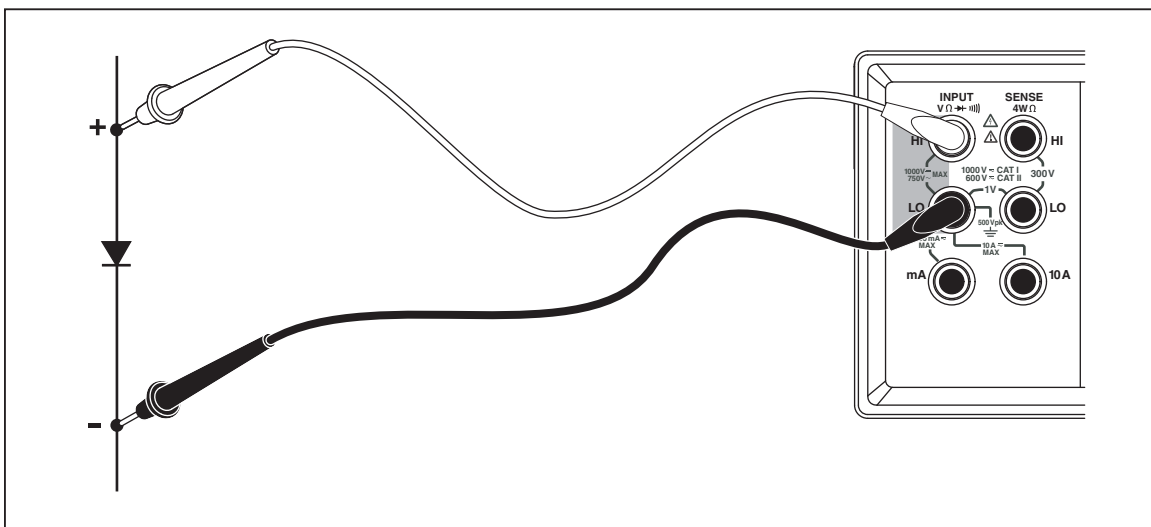

Abbildung 3-11. Diodenprüfung
2. Die Messleitungen gemäß Abbildung 3-11 zwischen dem Messgerät und der Diode oder dem Transistorübergang anschließen.